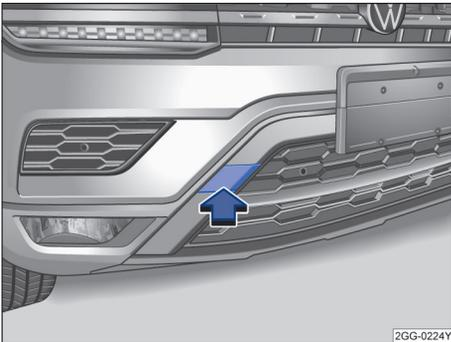

图 198 在保险杠的右前部：拆卸盖板
- 按压盖板的左侧区域→图 198（箭头），松开盖板的卡扣。